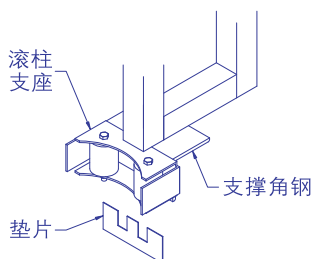
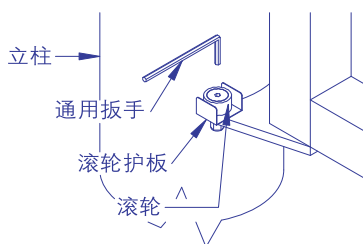

图4E. 调节滚柱
图4F. 调节滚轮
4.4 用垫片调整滚柱支架（图4E）或用通用扳手（图4F）均匀调节滚轮，来调平悬臂。一定要把悬臂调整到上挠1/640跨度。要检查确保两个滚柱与立柱有充分的面接触。